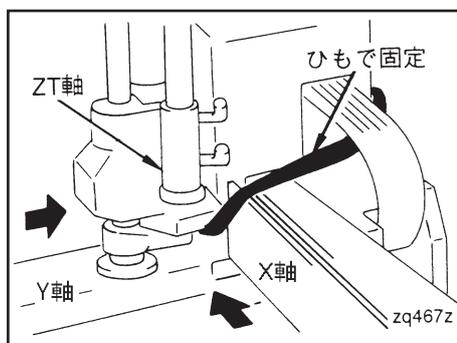

図5-54 ZT軸の固定
- ①モーターケーブルおよびエンコーダケーブルはロボット本体からはずしてください。
- ②ZT軸を図5-54の矢印方向に動かしメカエンドに押しあてます。
- ③ひも等を使用し、ZT軸が動かないように固定してください。
- ④ロボットが転倒しないようにX軸先端を支えながら、Y軸の固定ボルトをはずしてください。
- ⑤3名以上でロボット本体を持ち上げ、設置場所に移動してください。